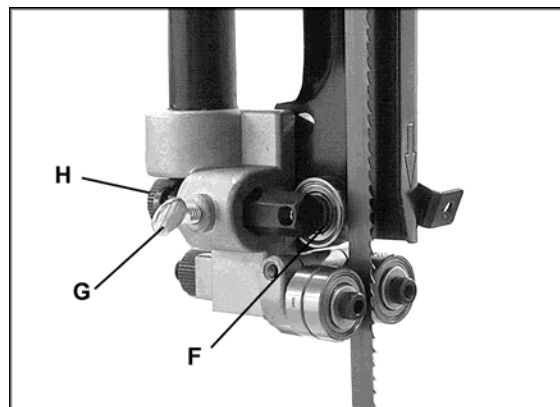

Рис. 49.
Упорный подшипник (F, Рис. 49) является опорой для задней кромки пильного полотна во время работы станка. Он отрегулирован таким образом, что полотно касается его, только когда оно находится под нагрузкой в процессе распила.
- Ослабьте барашковый винт (G, Рис. 49) и поворачивайте ручку (H) для смещения упорного подшипника (F) внутрь или наружу, чтобы расстояние между ним и полотном составляло примерно 0,4 мм. Для выставления данного расстояния можно использовать щуп, либо просто поместить между упорным подшипником и полотном дважды сложенную (четыре толщины) новую банкноту. (Толщина банкноты составляет приблизительно 0,1 мм, поэтому, сложенная вчетверо, она сможет служить для выверки расстояния.)